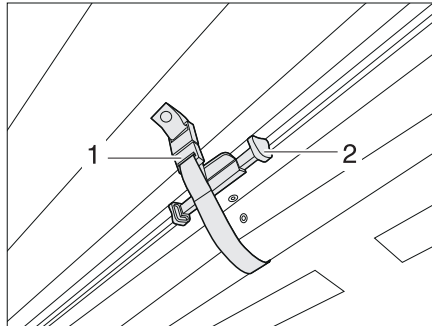

Fig. 14 Aseguramiento del estor plegable de la luna delantera
**Aseguramiento:** ■ Empujar el estor plegable de la luna delantera con el tirador (Fig. 14,2) hacia arriba, hasta que engatille. Asegurar con la cinta de cierre (Fig. 14,1). El estor plegable está asegurado.